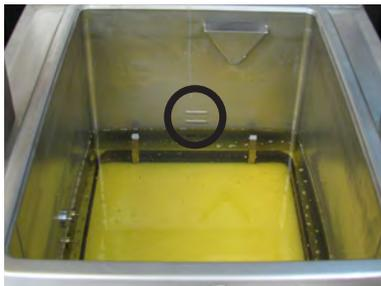

Abb. 3-3.
Beim Aufheizen des Frittiergeräts muss der Ölfüllstand immer über den Heizelementen und auf Höhe der Füllstandsmarkierungen an der Rückwand der Frittierwanne liegen (Abbildung 3-3). Ein Nichtbeachten dieser Anweisung kann einen Brand oder Schäden an dem Frittiergerät verursachen.
6. Das elektrische Modell benötigt 76 lbs (34,5 kg) Öl. Die Frittierwanne hat 2 Füllstandsanzigelinien in der Rückwand der Wanne, die anzeigen, wenn das erhitzte Öl den ordnungsgemäßen Füllstand erreicht hat. Abb. 3-3.